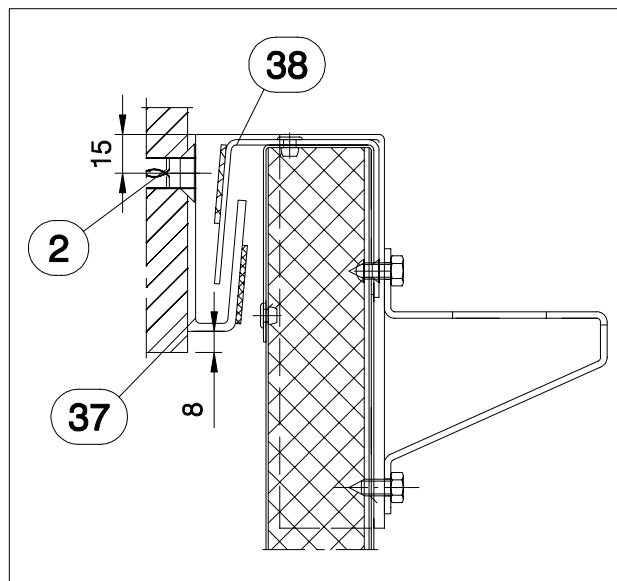

Abb. 15
- Sturzrauchdichtung (37) an die Anschlaglinie legen, und durch das vorgegebene Lochbild mittels Schwerlastanker FH 12/10 SK (2) mit Sturz verdübeln (s. Abb.15).
- Topsektion (29.3) auf die Filzstücke der Mittelsektion (29.2) in die Öffnung stellen, dabei darauf achten, dass die Torblattrauchdichtung (38) in die Sturzrauchdichtung (37) hineingreift und ein Herauskippen verhindert (s. Abb.15).